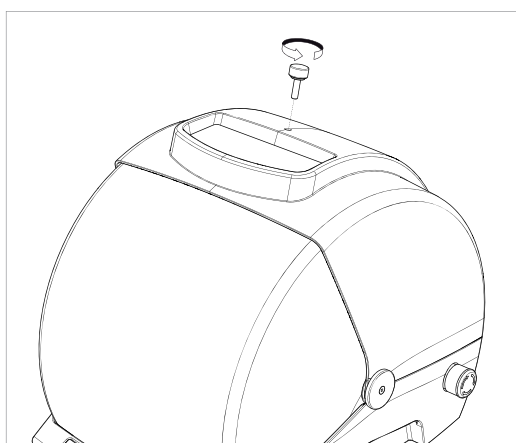

Fig. 13
- 2) Desenroscar el pomo que está en la parte superior del cárter máquina (Fig. 13).